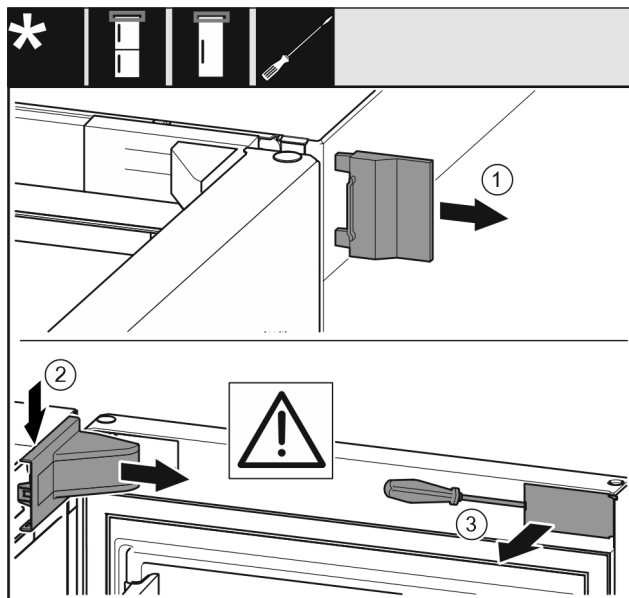

Fig. 10
- Tag den yderste afdækning Fig. 10 (1) af.
- Afhægt hængselsafdækningen Fig. 10 (2), og tag den af.
- Afhængt panelet Fig. 10 (3) med en kærvskruetrækker, og sving det til siden.